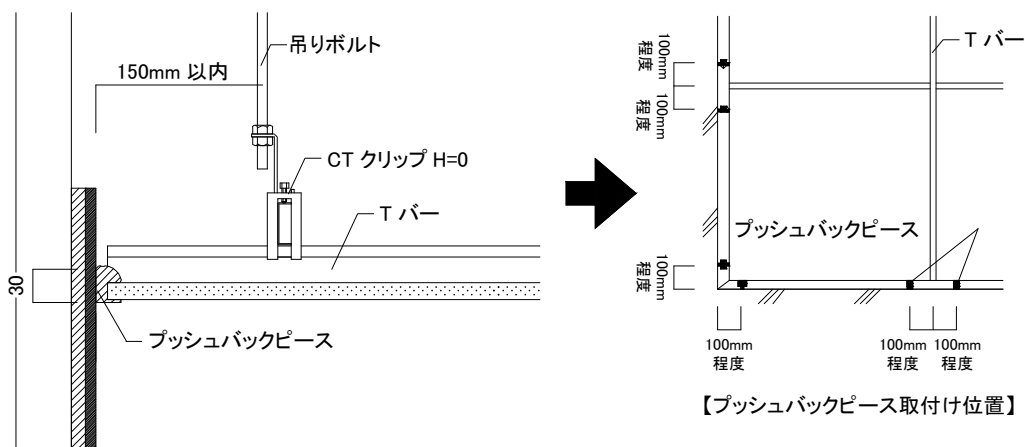

図2-8-2 プッシュバックピースの設置例
- 6) Tバーと同様に、天井板にクリアランスを設置した場合は、廻り縁にゴムスポンジ(プッシュバックピース)をTバーから100mm程度の両端位置に貼り付けること。(図2-8-2参照)